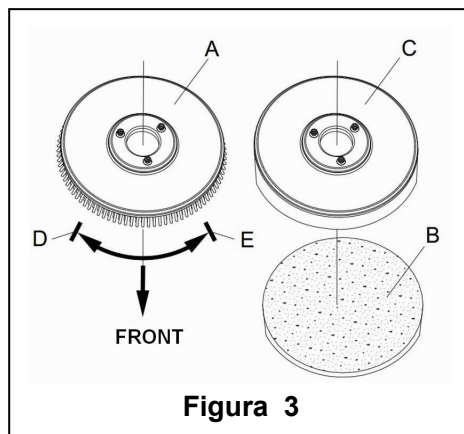

Figura 3
În funcție de tipul de pardosea care trebuie curățată, pe mașină se poate monta o perie (Figura 3, A) sau o bucată de material (Figura 3, B și C).
1. (Se aplică doar la tipurile **AS430C** și **AS510C**): verificați dacă cablul de curent(9) e deconectat de la sursa de alimentare și dacă comutatorul (38) este pe poziția de deconectare (O).
2. Apăsați mânerul-bară (2) pentru a se ridica corpul rezervorului (26).
3. Puneți peria (A) sau suportul de material (B – C) în locaș.
4. Utilizați mânerul-bară (2) pentru a coborî corpul rezervorului (26) și a veni în contact cu peria sau suportul de material de curățare.
5. Pentru instalarea automată a periei / suportului de material, puneți comutatorul de alimentare cu electricitate (38) pe poziția "I" și apăsați butonul de siguranță (1). Împingeți ușor mașina înainte pentru a permite roții de la baza rezervorului să se alinieze cu peria sau cu suportul de material care în acest fel vor fi montate. Apoi degajați comutatorul de siguranță. Dacă e necesar, repetați procedura până când peria/ suportul pentru bucata de material este instalată.
6. Dacă pasul 5 de mai sus se dovedește a fi greu de realizat, utilizați metoda manuală urmărind săgeata (D) ce indică sensul pentru montarea periei / suportului de material (după cum se arată în **Figura 3**).
7. Pentru demontarea automată a periei /suportului de material, puneți comutatorul (38) alimentării cu curent pe poziția "O". Țineți cu mâna mânerul-bară și apăsați mașina în jos până cândroata de ghidaj atinge podeaua iar peria/ suportul de material e suspendată în aer. Puneți comutatorul de alimentare (38) pe poziția "I" și apăsați butonul de siguranță pentru a permite periei sau suportului de material să se rotească până ce cad pe podea.
8. Dacă pasul 7 de mai sus se dovedește a fi greu de realizat, folosiți metoda manuală, rotind peria /suportul de material în direcția opusă funcționării normale și în felul acesta se poate scoate. (așa cum se arată în **Figura 3**)